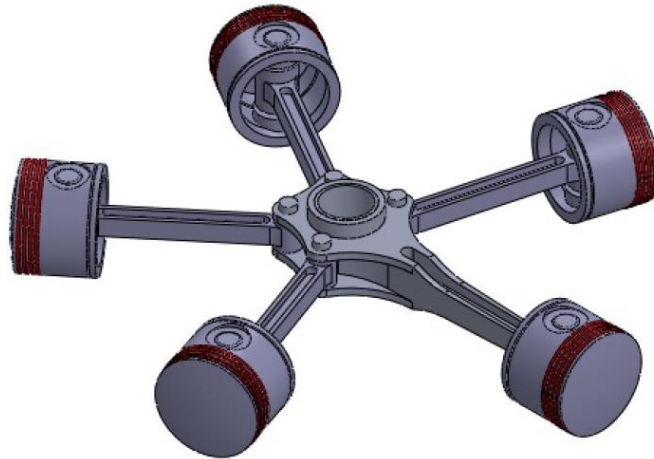

Рисунок 8.57 – Фінальна збірка для Завдання 2
- д) Створіть рознесений вигляд збірки та ескіз ліній рознесення (рис. 8.57 – 8.64).